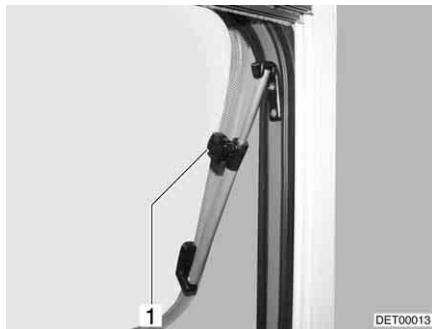

Bild 66 Dachhaube mit Dreh-Ausstellern, geöffnet
- Dachhaube bis zur gewünschten Stellung öffnen und mit Rändelknopf (Bild 66,1) feststellen.
- Rändelknopf (Bild 66,1) drehen, bis Arretierung freigegeben wird.